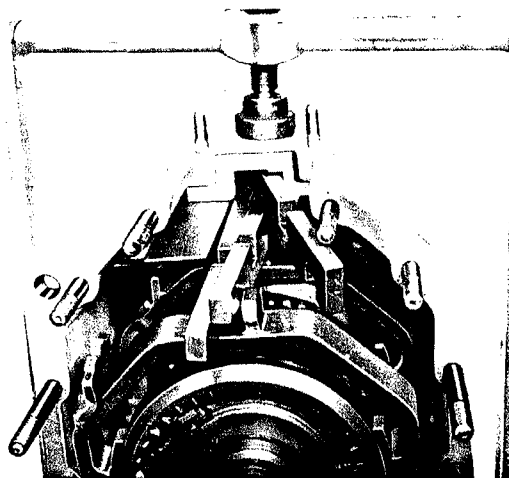

Fig. 47
3. Accrocher d'abord la tige d'enclenchement de la 1ère vitesse (602) et de la marche arrière avec l'axe dans l'alésage de la fourchette d'enclenchement (608 ou 607). Puis la tige pour la 2e et la 3e vitesse (601) et, pour terminer, la tige d'enclenchement pour la 4e et la 5e vitesse (601), voir la fig. 47.